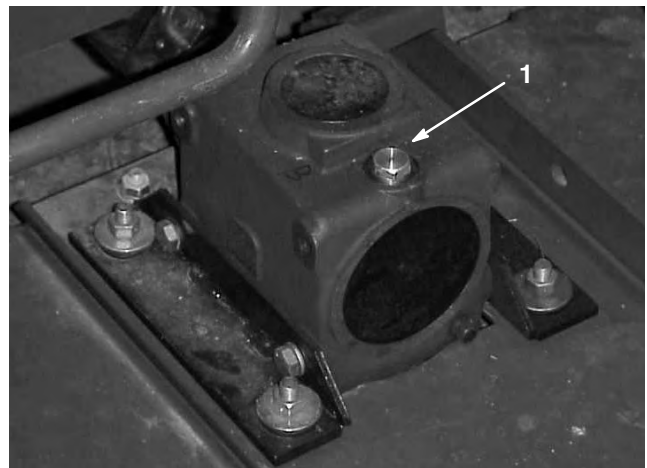

Bild 20
2. Stellen Sie die Zugmaschine und das Mähwerk auf eine ebene Fläche und senken Sie die Mähwerke ab. Nehmen Sie den Peilstab bzw. die Füllschraube oben vom Getriebe ab (Bild 20) und stellen Sie sicher, dass der Schmiermittelstand zwischen den Marken am Peilstab liegt. Wenn der Schmiermittelstand niedrig ist, füllen Sie SAE 80–90 wt. Schmiermittel ein, bis der Stand zwischen den Marken liegt.